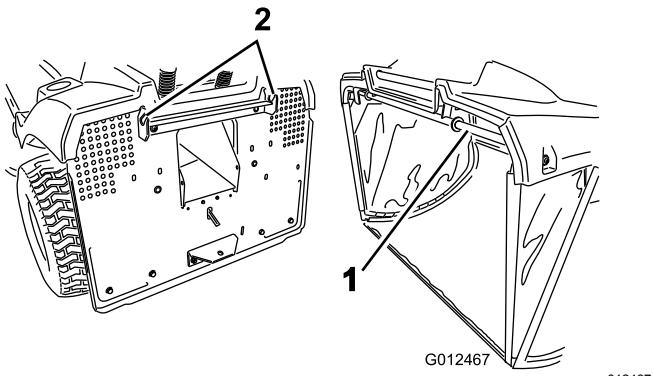

Figura 40
1. Agganciate la barra di supporto superiore ai 2 intagli presenti sulla staffa di supporto posizionata sul retro della macchina (Figura 40).